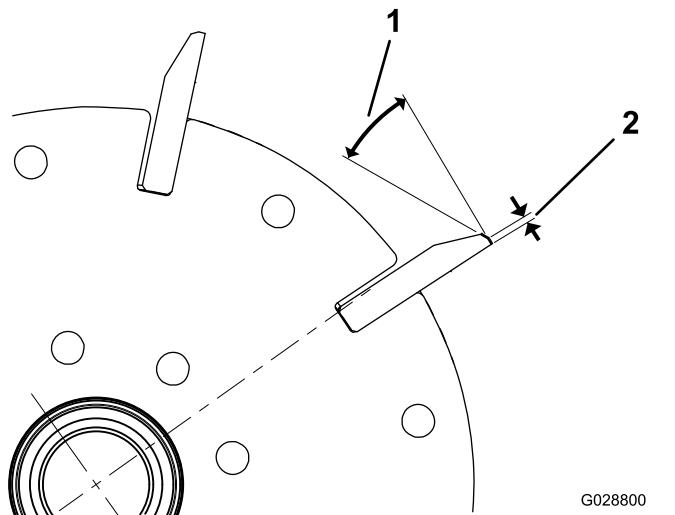

図 23
1. 全部のリール刃に 30° の角度で2番削りを行つて、ランド部の幅を 1.3 mm にしてください 図 23。